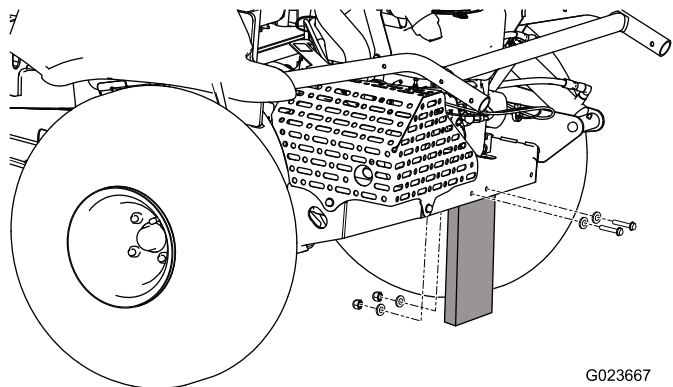

Figura 3
2. Rimuovete i dadi, i bulloni e le rondelle che fissano l'asse per la spedizione al retro della macchina (Figura 3).